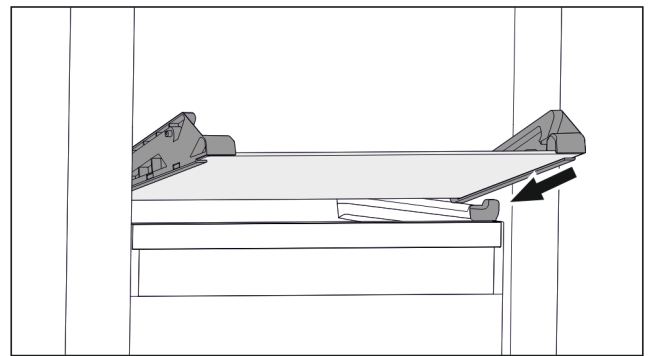

Fig. 67 Стъклена плоча на наклонящото се чекмедже
- ▶ Поставете стъклената плоча под ъгъл зад ограничителите. (виж Fig. 67)